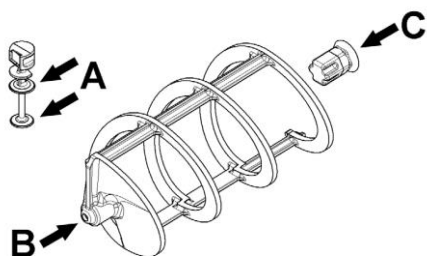

図 9
- (1)ドリフトトレイを元の場所に取り付けます。
- (2)ピストン、六角ローター、スパイラルの図 9 に示した各部にグリースを薄く塗ります。機器に付属のグリースまたは食品専用のグリースを使用してください。